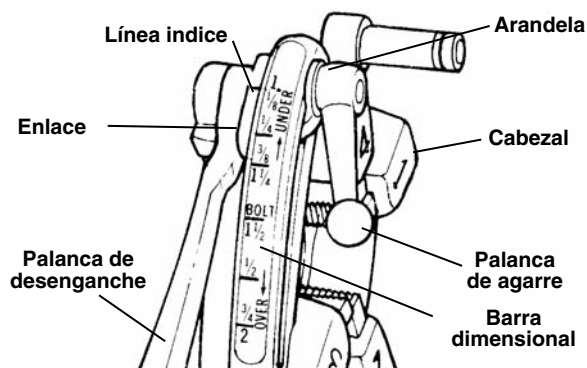

Figura 8 – Cabezal de Terrajas de Apertura Rápida 811-A
6. Cabezal de terrajas de Apertura Rápida No. 811A (Figura 8) – Cuando se haya completado la rosca, levante la palanca de desenganche a la posición de OPEN (abierta) para retraer las terrajas.
El Cabezal de terrajas Universal No. 811-A (*Figura 8*) para roscas a mano derecha necesita cuatro juegos de terrajas para roscar tubería desde $\frac{1}{8}$ hasta $1\frac{1}{2}$ pulgadas. Se precisa un juego de terrajas para cada uno de los siguientes tamaños de tubo: ($\frac{1}{8}$ pulg), ($\frac{1}{4}$ y $\frac{3}{8}$ pulg), ($\frac{1}{2}$ y $\frac{3}{4}$ pulg) y (1 a $1\frac{1}{2}$ pulgs). Para roscar pernos se necesita un juego distinto de terrajas para cada tamaño de perno.
El Cabezal de Terrajas de Auto-apertura No. 815-A (*Figura 8*) para roscas a mano derecha necesita cuatro juegos de terrajas para roscar tubería desde $\frac{1}{8}$ hasta $1\frac{1}{2}$ pulgadas. Se precisa un juego de terrajas para cada uno de los siguientes tamaños de tubo: ($\frac{1}{8}$ pulg), ($\frac{1}{4}$ y $\frac{3}{8}$ pulg), ($\frac{1}{2}$ y $\frac{3}{4}$ pulg) y (1 a $1\frac{1}{2}$ pulg). Para roscar pernos se necesita un juego de terrajas distinto para cada tamaño de perno.